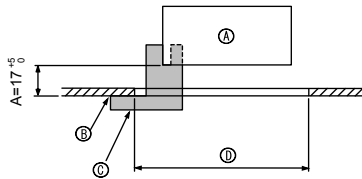
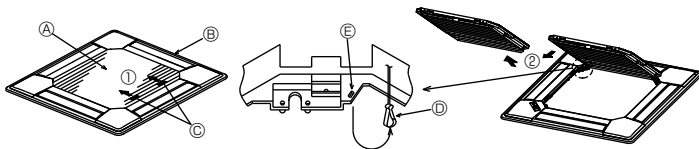
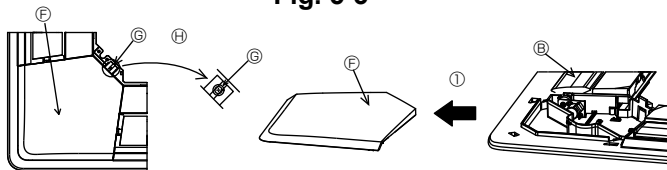

Fig. 5-2
Fig. 5-3
Fig. 5-4
①	Gitter	1	950 × 950 (mm)
②	Schraube mit unverlierbarer Unterlegscheibe	4	M5 × 0,8 × 25
③	Lehre	1	(In vier Teile unterteilt)
④	Befestigungsteil	3
⑤	Schraube	4	4 × 8
⑥	Schraube	1	4 × 12
⑦	Eckplatte für den i-see sensor	1	für PLP-6BAE
5.2. Vorbereitung zum Anbringen des Gitters (Fig. 5-2)
- Mit der mit diesem Bausatz gelieferten Lehre ③ die Position der Anlage im Verhältnis zur Zimmerdecke überprüfen. Wenn die Anlage im Verhältnis zur Zimmerdecke nicht vorschriftsmäßig in Position gebracht wurde, kann dies zu Luftdurchlässigkeit oder zur Bildung von Kondenswasser führen.
- Ⓒ Lehre ③ (befindet sich in der Anlage)
5.2.1. Das Ansauggitter abnehmen (Fig. 5-3)
- Zum Öffnen des Ansauggitters die Hebel in die Richtung, die durch Pfeil ① gekennzeichnet ist, schieben.
- Das Scharnier des Ansauggitters bei geöffnetem Ansauggitter (Position "offen") vom Gitter wie durch Pfeil ② gekennzeichnet, abnehmen.
5.2.2. Die Eckplatte abnehmen (Fig. 5-4)
- Die Schraube von der Ecke der Eckplatte abnehmen. Die Eckplatte wie durch Pfeil ① gekennzeichnet schieben, um so die Eckplatte abzunehmen.
- [Fig. 5-3, 5-4]